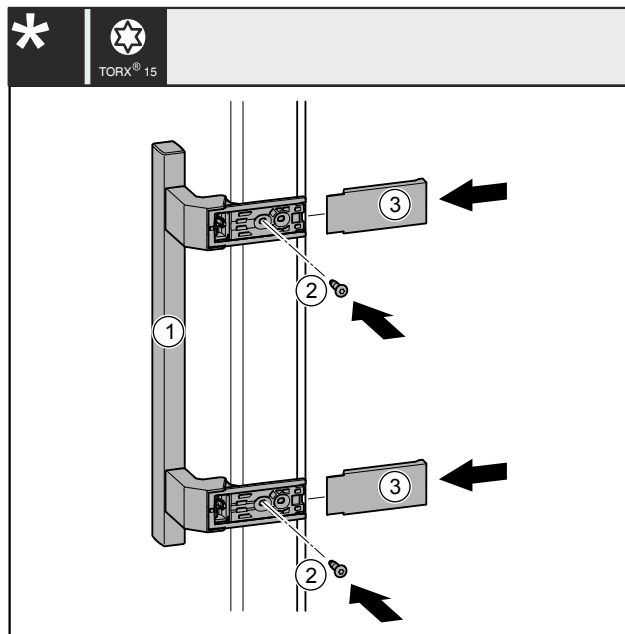

Fig. 42
- Nasad'te madlo Fig. 42 (1) na protilehlé straně.
- Šroubovákem šrouby Fig. 42 (2) pevně utáhněte.
- Kryty Fig. 42 (3) bočně nasad'te a nasuňte je tak, aby zapadly na své místo.